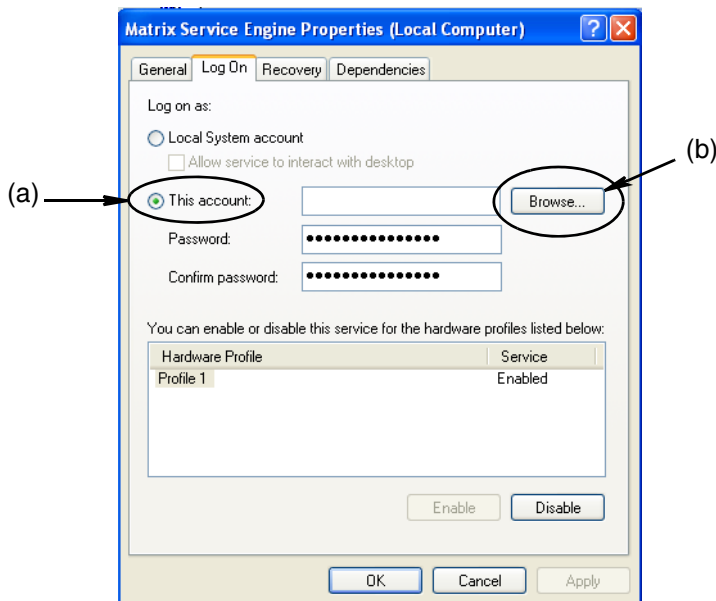

Рис. 39
6. Выберите параметр «This Account» [Текущая учетная запись] (a) (Рис. 39).
7. Нажмите кнопку «Обзор» (b) (Рис. 39).
- Если имя найдено, повторно появится следующий экран: (Рис. 39). Укажите пароль своего компьютера. В поле «Confirm password» [Подтверждение пароля] впишите точно такой же пароль.